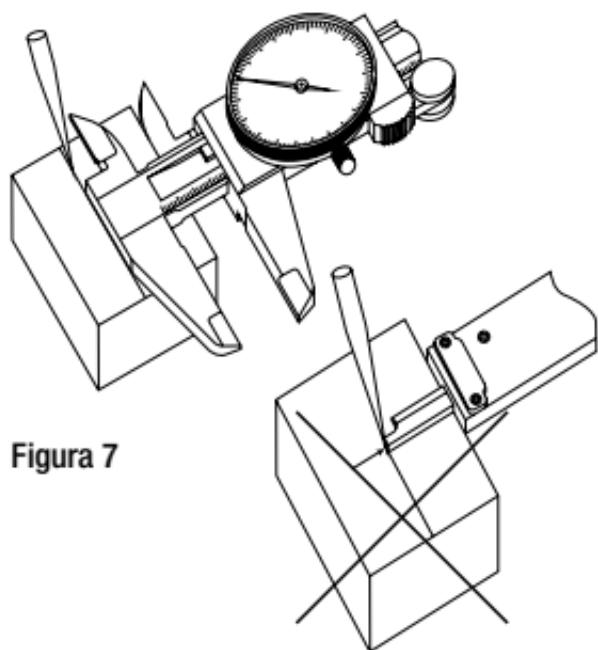

Figura 7
- **Face de traçado:** ajuste a face de referência do traçado (11) à referência da peça e movimento o cursor (5) até a medida selecionada, trave o cursor e, em seguida, marque (Figura 7).